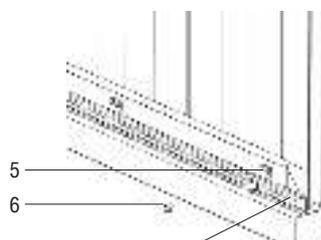

Рисунок 4
4. Накрутите на болт втулку (6), но не затягивайте ее. Втулка (6) должна прижать скобу (5) к С-профилю (1) (см. рисунок 4).